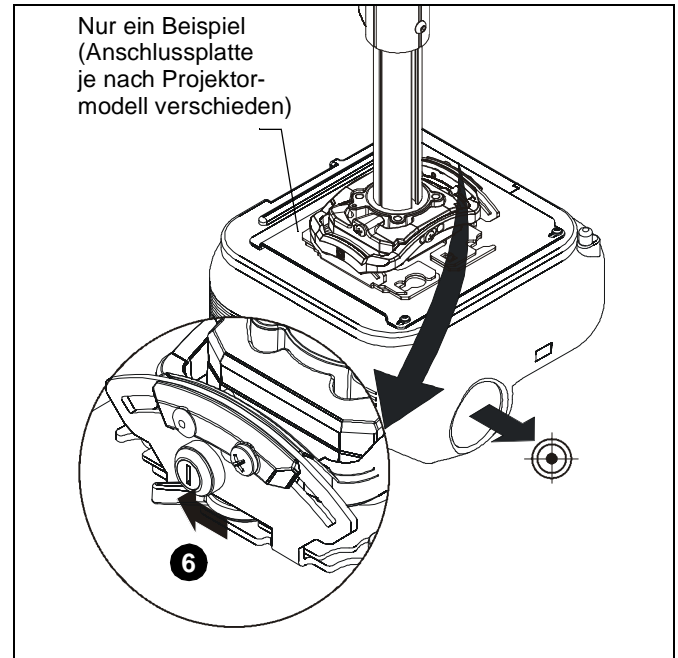

Abb. 5
6. Bringen Sie den Feststellhebel in die „Versperrt“-Position. (See Figure 5)